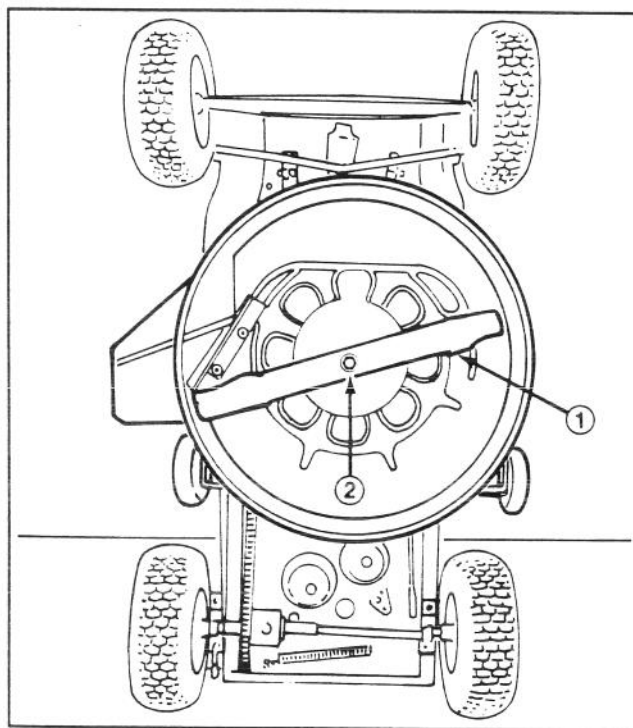

Fig. 12
6. Afferrate l'estremità della lama usando un panno o un guanto molto imbottito, quindi togliete il bullone della lama, la rondella e la lama (Fig. 12).
9. Rimontate lama, rondella e bullone nell'ordine indicato (Fig. 12). Serrate il bullone della lama a 61-81 Nm.
6. Rimuovete i ritagli d'erba ed il terriccio aderenti all'interno della sede (Fig. 12), spruzzando con un getto d'acqua. Raschiate l'erba ed il terriccio che l'acqua non riesce a togliere dalla sede, poi spruzzate di nuovo la sede.
7. Già che il trattore è rovesciato, controllate le condizioni della lama (Fig. 12).